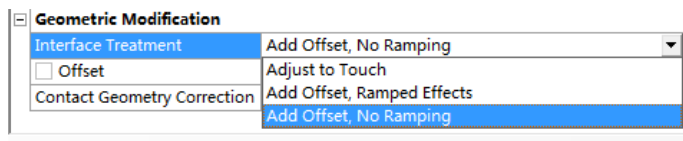

图 8-7 界面处理设置
- Interface Treatment——设置界面处理方式，可进行的设置如图 8-7 所示。该设置在过盈配合等场合有重要应用。